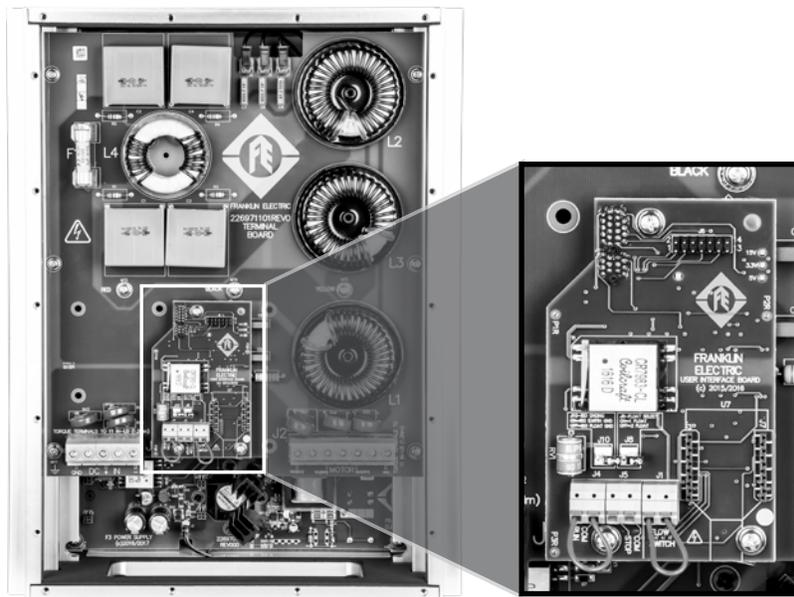

Figura 5: Conexión del cableado del interruptor de flujo
2. Conecte los cables de los terminales del interruptor de flujo NO y COM al bloque terminal del controlador Photon™ etiquetado “FLOW SWITCH” (Interruptor de flujo) (Figura 5).